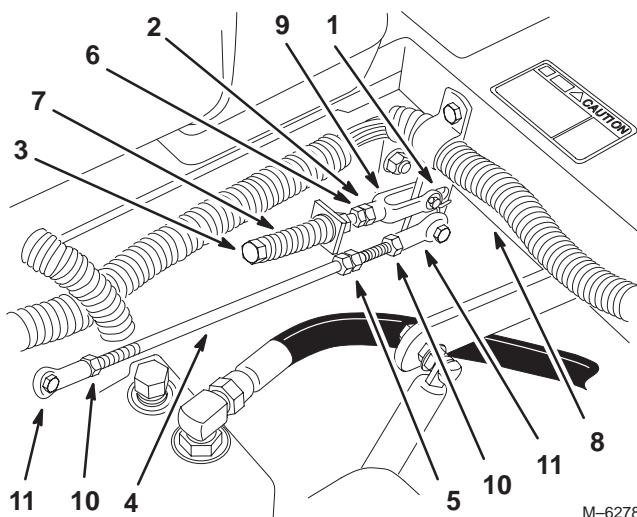

Figure 55
3. Placez le levier au point mort, **sans le verrouiller** (Fig. 55).
4. Tirez-le ensuite en arrière jusqu'à ce que l'axe de chape (situé sur le bras au-dessous de l'axe de pivot) touche l'extrémité de la fente (c.-à-d. commence juste à appuyer sur le ressort) (Fig. 55).
6. Si un réglage s'impose, desserrez l'écrou et l'écrou de blocage vissés contre la chape (Fig. 55).
8. Serrez l'écrou et l'écrou de blocage (Fig. 55).
- Desserrez les contre-écrous sur les rotules de la tige de commande de la pompe (Fig. 55).
- Réglez la longueur de la tige de pompe en tournant les doubles écrous dans le sens voulu, jusqu'à ce que la roue soit immobilisée ou tourne légèrement en marche arrière (Fig. 55).
- Serrez les contre-écrous contre les rotules (Fig. 55).